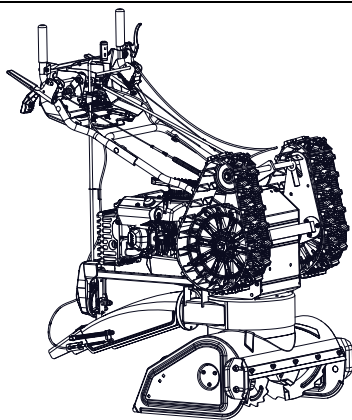

Abbildung 12
Siehe Abbildung 12.
1. Das Gerät in die Wartungsstellung bringen (siehe Abbildung 12).